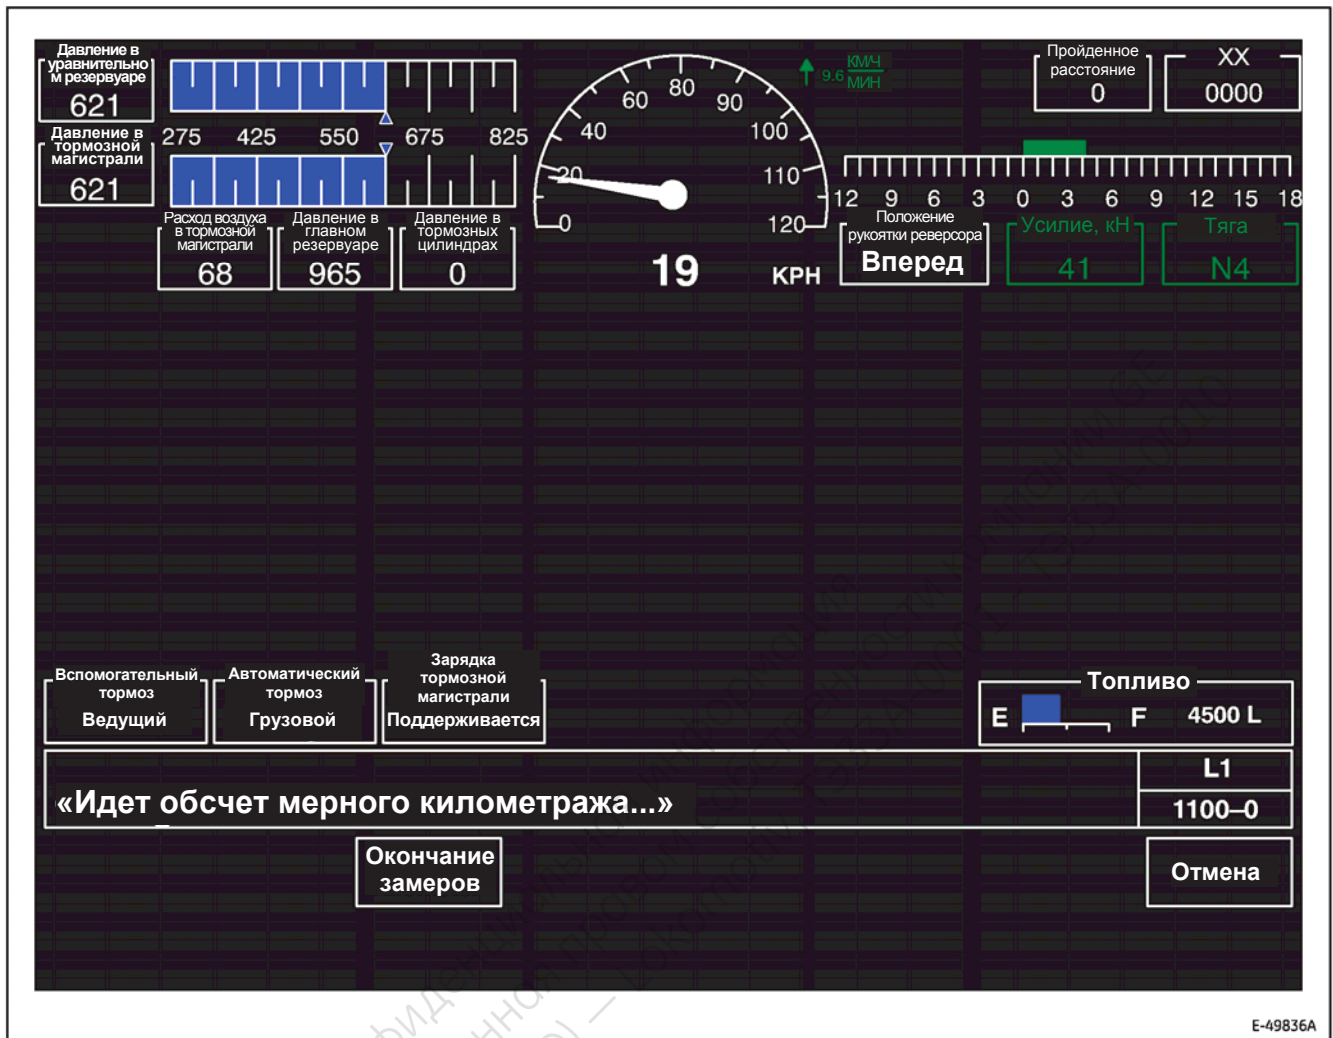

Рис. 64. Окно «Мерный километраж — окончание замеров» (1100-0).
2. По окончании мерного периода нажмите клавишу F3 (**Stop Kilometer («Окончание замеров»**)) при активном окне «Мерный километраж — окончание замеров» (1100–0, Рис. 64).